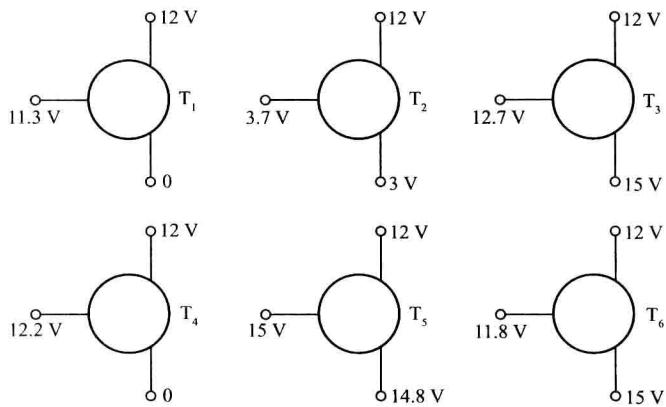

图 1.17
**1.9** 测得放大电路中六只晶体管的直流电位如图 1.17 所示。在圆圈中画出管子, 并分别说明它们是硅管还是锗管。